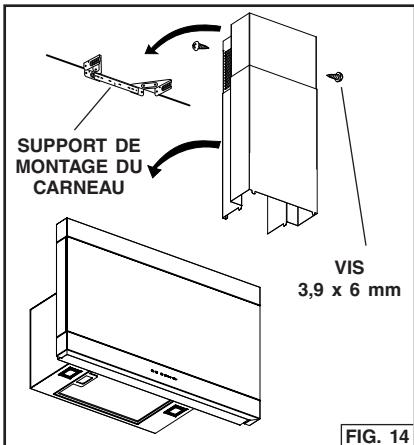

FIG. 14
7. Fixez le carneau supérieur au support de montage du carneau avec 2 vis de 3,9 x 6 mm. Fig. 14.